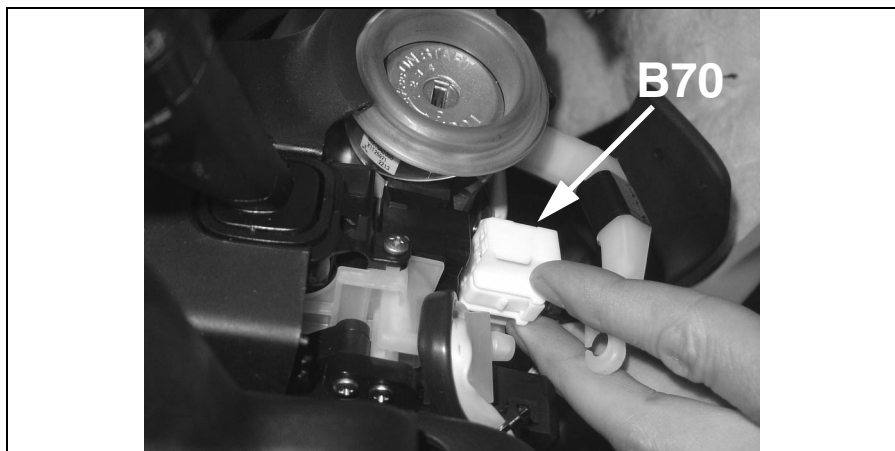

Fig. 8: Collegamento elettrico
- Rimuovere parte dell'isolamento dal fascio di cavi terminato sul lato destro del connettore B70 (vedi freccia, fig. 8).